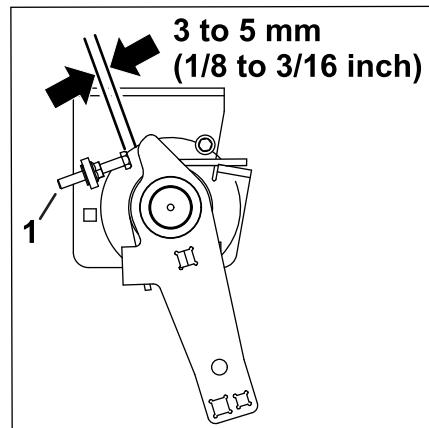

Bild 8
8. Stellen Sie die Schraube auf das in Bild 8 angegebene Maß ein.